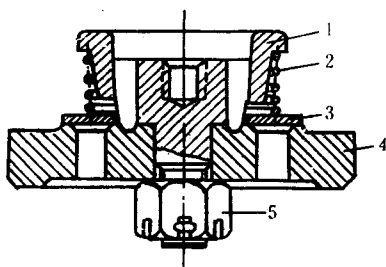

图 8 空气阀组装
(1) 空气阀也就是吸风阀、旁通阀和压风阀的总称，它们的构造完全一样，只是安装的位置和起的作用不同。空气阀由阀导座、阀弹簧、阀片、阀座、螺母及开口销（有的加有背帽）、阀盒、阀盖等组成（图 8）。